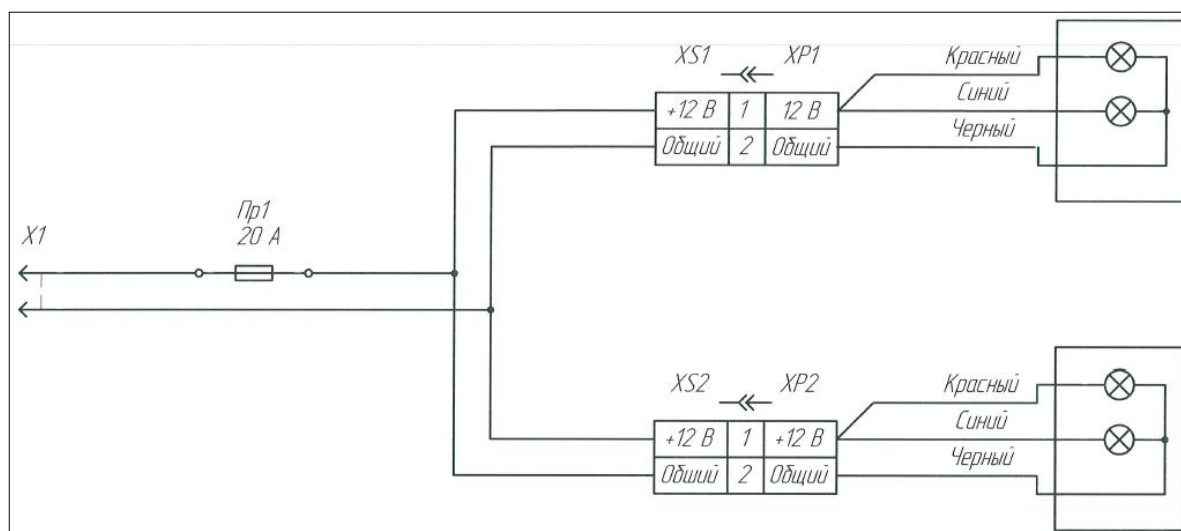

Рисунок 2.22 – Схема жгута фар для освещения штанги
- жгут для подсоединения фар к трактору (рисунок 2.22).